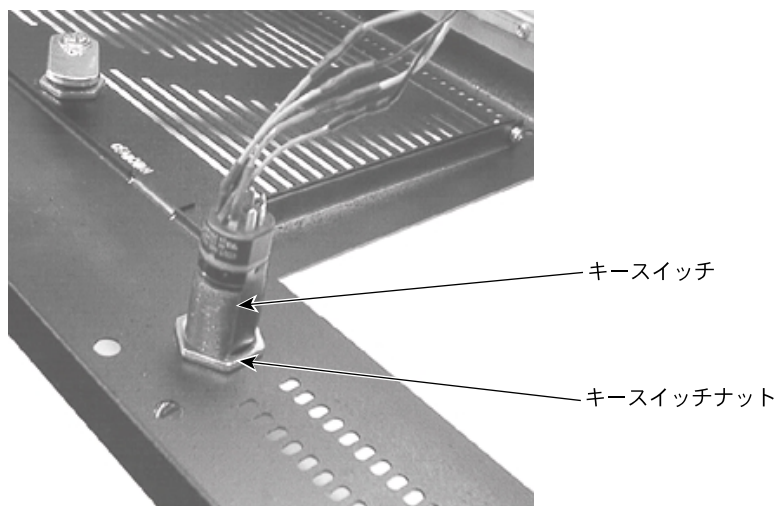

図9-22 キースイッチの取り外し
4. キースイッチと前面パネルを固定しているナットを外して、キースイッチをパネルから取り外します。図9-22を参照してください。